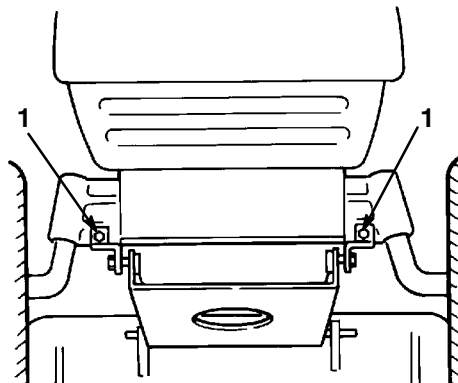

Figure 39
5. Fixer les supports de pivot du plateau de coupe à l'essieu avant à l'aide des boulons et écrous (Fig. 39).